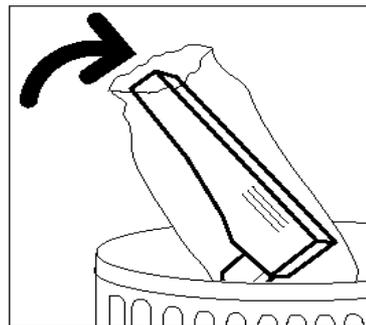

Figure 37 : Elimination de la réserve usagée
- 7 Placez la réserve usagée dans un sac en plastique (figure 37) et jetez-la conformément à la législation en vigueur dans votre pays.